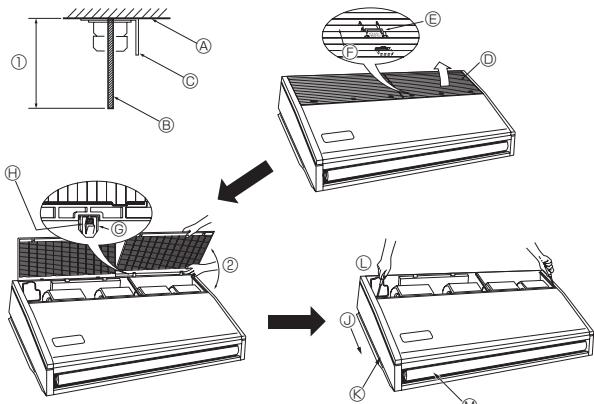

Fig. 3-4
3.2.4. Preparação da unidade interior (Fig. 3-4)
- Instale os parafusos de suspensão. (Parafusos W3/8 ou M10 à venda no comércio) Preveja o comprimento a partir do tecto (① dentro de 100 mm).